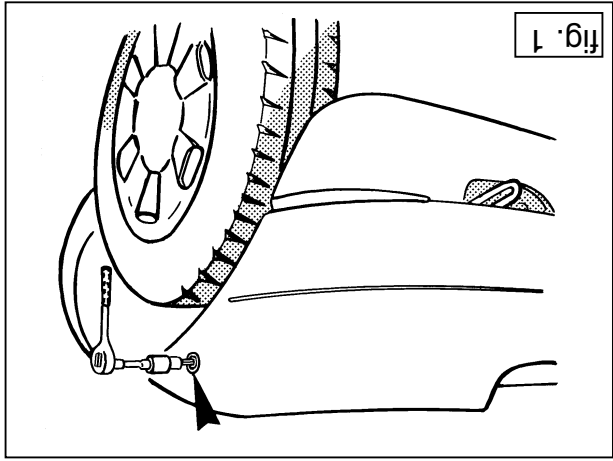
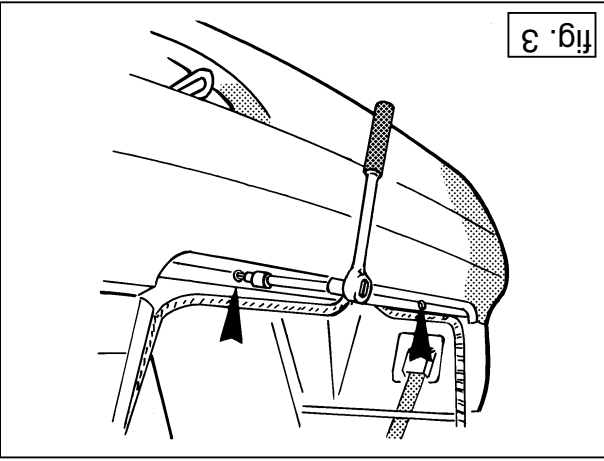

fig. 1
fig. 3
1. Demonteer de bumper overeenkomstig fig.1 t/m fig.3. Neem de kentekenplaatverlichting in het midden van de bumper los.
1. Remove the bumper, as shown in figs 1 to 3. Undo the number plate light in the middle of the bumper.
1. Die Stoßstange entsprechend Fig.1 bis Fig.3 demontieren. Die Nummernschildbeleuchtung in der Mitte der Stoßstange entfernen.
1. Démontez le pare-chocs conformément aux fig. 1 à 3. Détacher le dispositif d'éclairage de la plaque d'immatriculation au milieu du pare-chocs.